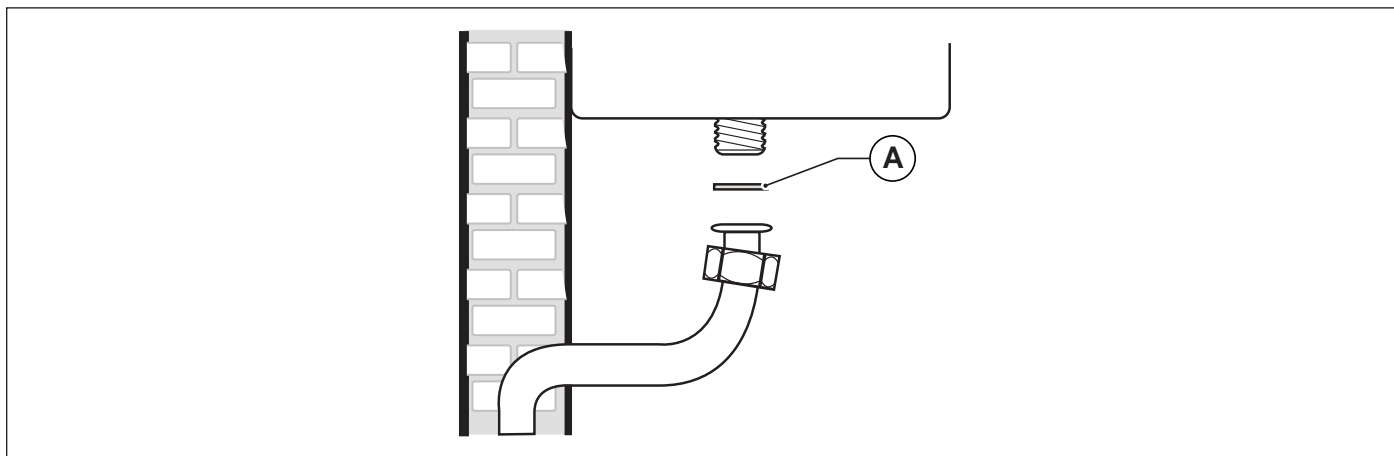

Fig. 22 Conexión a la red de gas
ES OBLIGATORIO, para conectar la toma de gas de la caldera a la tubería de alimentación colocar una junta (A) de medidas y materiales adecuados (ver Fig. 22 Conexión a la red de gas).